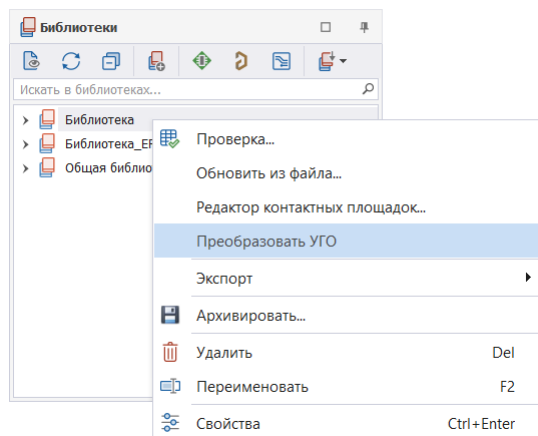

Рис. 11 Переход к преобразованию УГО
2. Из контекстного меню выбрать «Преобразовать УГО», см. Рис. 11.